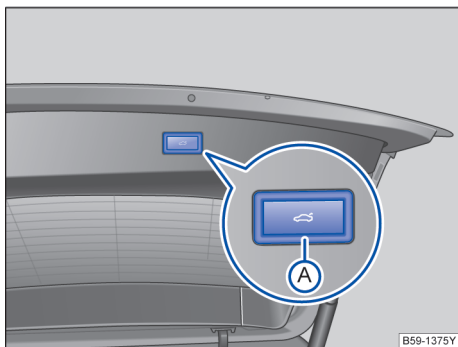

图 62 打开的行李厢盖内：用于电动关闭行李厢盖的按钮
→ 图 62 的图例：
– 在已打开的行李厢盖内短按按钮 →图 62 ①。
– 按住已打开的行李厢盖内的按钮 →图 62 ① 3 秒以上。